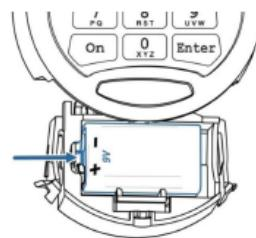

Рис. 5.2
- Отсоедините батарею от контактной колодки, сместив ее вправо, как показано на (Рис.5.2).